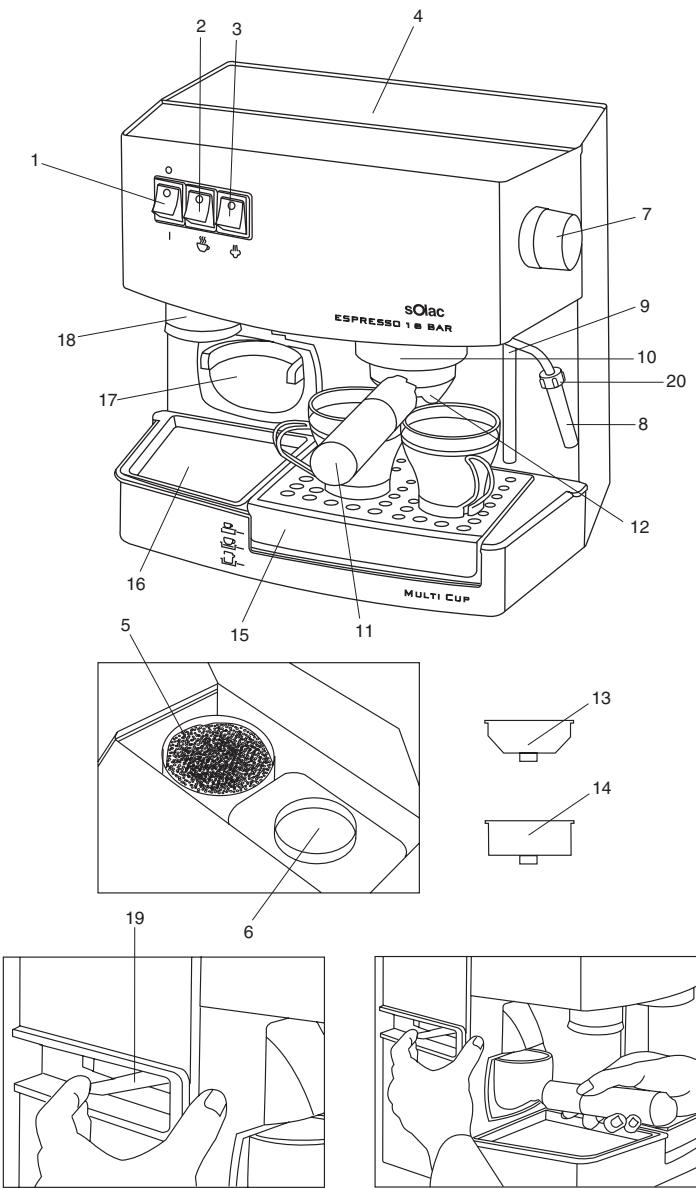

Fig. 1
- Llene el depósito con agua, utilizando la zona de carga (6). Asegúrese que los extremos de los tubos del depósito queden sumergidos en el agua.
- Si desea que su primer café tenga una mayor temperatura, coloque el portafiltros sin café, y deje salir una o dos tazas de agua caliente, con el fin de templar los componentes de la cafetera. Además, le recomendamos coloque las tazas a utilizar encima de la tapa superior (4) para que también se templan durante esta operación.
- Conecte la cafetera a la red y accione el interruptor (1) a la posición I.
- Fig.1. Si desea utilizar café molido, llene el recipiente de café (5) con café molido. Recomendamos no utilice un café de molido extrafino.
- Coloque el filtro que deseé utilizar, para 1 ó 2 tazas (13 ó 14), en el portafiltros (11).
- Sitúe el portafiltros (11) en las guías para dosificar el café y deslice la palanca del dosificador (19) hacia delante, hasta que oiga clic, 1 ó 2 veces dependiendo del filtro que vaya a utilizar.
- Presione ligeramente el café del filtro con el pisador (18).